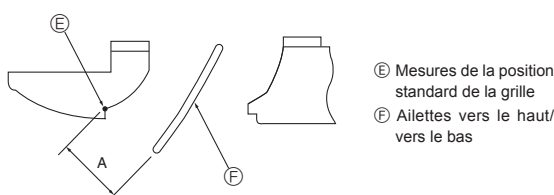

Fig. 8-10
- Pour régler le sens souhaité de la soufflerie, déplacer lentement les ailettes vers le haut/vers le bas dans la plage indiquée. (Fig.8-10)